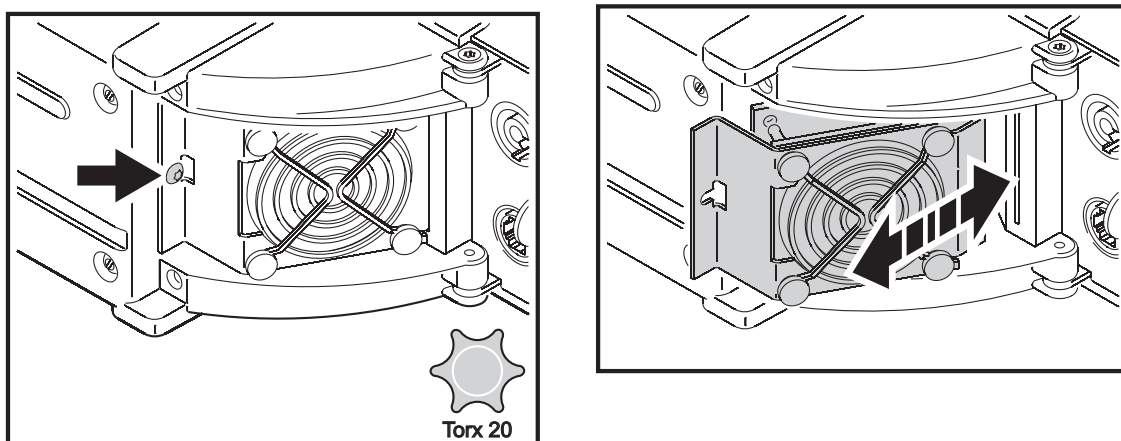

Figure 3: Démontage des ventilations
5. Voir Figure 3. Si un ventilateur ou sa grille requiert un nettoyage plus approfondi, démontez sa vis de fixation Torx et dégagez le montage du carter en le faisant glisser (voir schéma). Attention aux fils ! Otez la poussière des pales avec une brosse souple tout en aspirant la poussière dégagée.